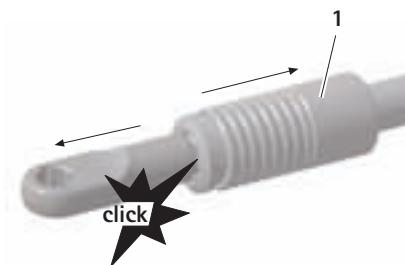

Fig. 4
- ▶ Afferrare l'attacco rapido 1 del raccordo A o il supporto universale UNITRAC J per l'impugnatura e tirarlo verso dietro, vedere Fig. 4.